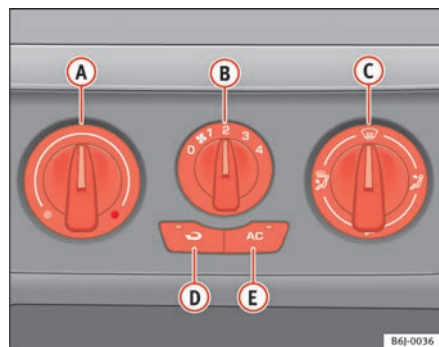

Fig. 87 Sulla plancia portastrumenti: i comandi del riscaldamento
- Ruotare verso sinistra la manopola di regolazione della temperatura ⇒ fig. 87 **A**.
- Ruotare verso destra la manopola di regolazione della temperatura ⇒ fig. 87 **A** portandola sul livello desiderato.
- Ruotare verso destra la manopola di regolazione della temperatura ⇒ fig. 87 **A** portandola sul livello di riscaldamento massimo.
- Chiudere la bocchetta ③.
- Aprire e orientare la bocchetta ④ verso i finestrini laterali
- Girare la manopola della temperatura ⇒ pag. 128, fig. 87 ① portandola nel settore del riscaldamento.
- Ruotare la manopola di regolazione della ventola ② posizionandola sul livello 2 o 3.
- Chiudere le bocchette ③.
- Aprire e orientare le bocchette ④ verso i finestrini laterali.